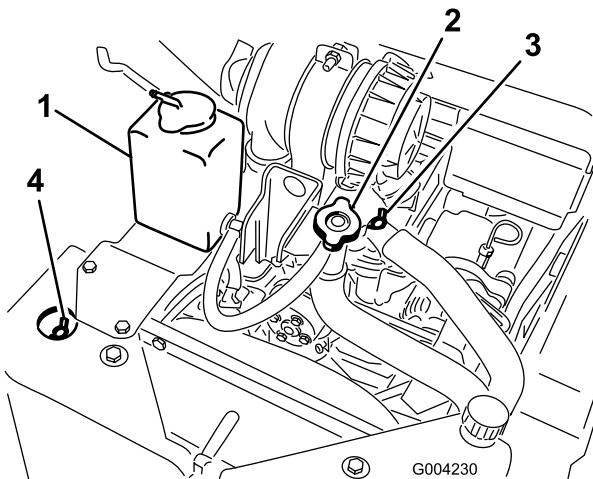

Figura 20
A. Retire el tapón de llenado de refrigerante (Figura 20).
B. Abra las válvulas de purga de refrigerante delantera y superior (Figura 20).
a salir de la válvula de purga de refrigerante delantera (Figura 20).
D. Cierre la válvula de purga de refrigerante delantera (Figura 20).
E. Vierta refrigerante por el cuello de llenado de refrigerante hasta que el refrigerante empieza a salir de la válvula de purga de refrigerante superior (Figura 20).
F. Cierre la válvula de purga de refrigerante superior (Figura 20).
G. Vierta refrigerante en el cuello de llenado de refrigerante hasta que el nivel de refrigerante llegue al cuello de llenado (Figura 20).
H. Coloque el tapón de llenado de refrigerante (Figura 20).
I. Añada refrigerante al depósito de expansión hasta que llegue a la línea Lleno del lateral del depósito (Figura 20).